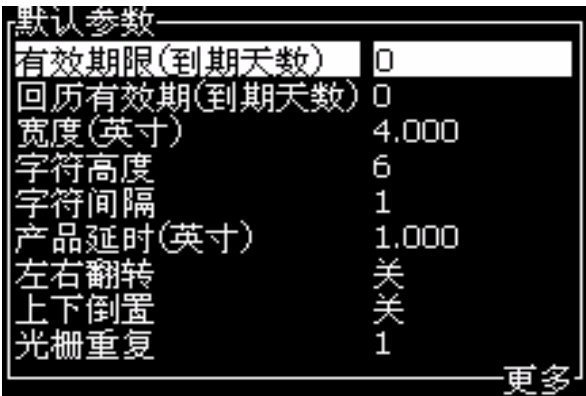

图 5-16: 默认参数对话框
各种可用参数（信息〉默认参数）显示在表 5-12 和第 5-29 页的图 5-16 中。
- 2 选择 *Default Parameters (默认参数)* (第 5-29 页的图 5-16) 编辑值。
- 2 在 *Messages* (信息) 菜单中, 选择 *Message Parameters* (信息参数) (第 5-29 页的图 5-16) 编辑这些值。